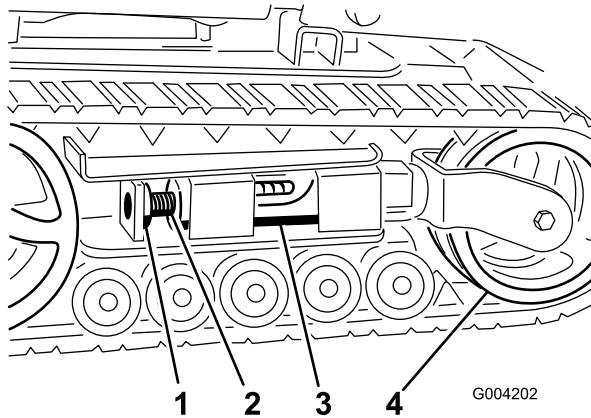
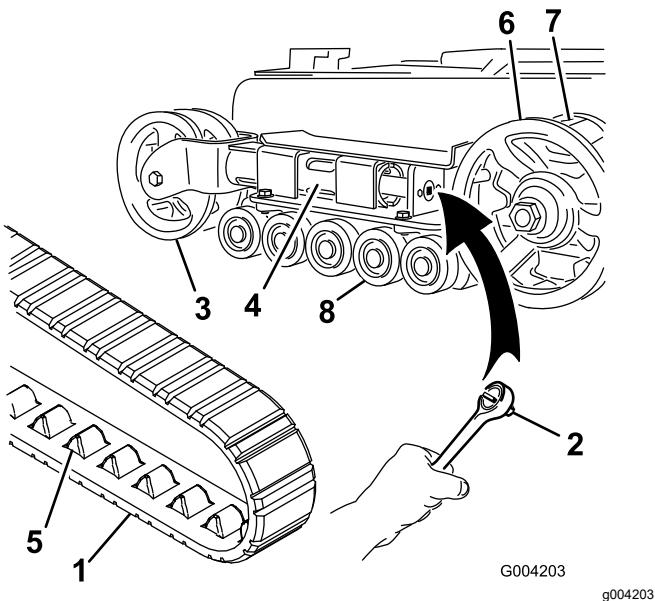
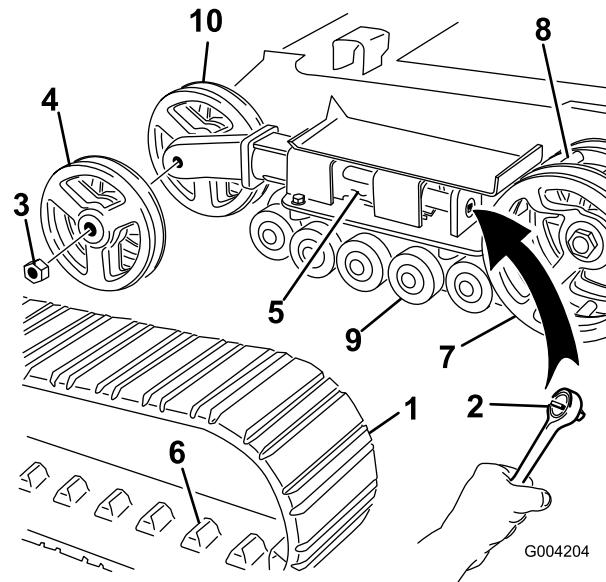

Figure 45
Figure 46
Figure 47
6. Alignez l'encoche la plus proche dans la vis de tension avec le trou du boulon de blocage, et fixez la vis avec le boulon et l'écrou de blocage (Figure 45).
4. Enlevez le boulon et l'écrou de blocage (Figure 45).
**Remarque:** Les chenilles sont de type étroit si les roues de tension avant sont montées à l'intérieur d'une chape au bout du tube de tension (Figure 46).
5. À l'aide d'une clé à cliquet de  $\frac{1}{2}$  pouce, tournez la vis de tension dans le sens horaire pour détendre la transmission (Figure 45 et Figure 46).
6. Poussez la roue de tension vers l'arrière de la machine pour appuyer le tube de tension contre le cadre (Figure 46).
8. Lorsque la chenille est déchaussée, retirez-la du pignon d'entraînement et des galets de roulement (Figure 46).
9. Pour installer la chenille neuve, commencez par l'enrouler autour du pignon, en veillant à ce que les crampons s'engagent correctement entre les dents du pignon (Figure 46).
10. Poussez la chenille sous et entre les galets de roulement (Figure 46).
**Remarque:** Les chenilles sont de type large si les roues de tension avant sont montées sur les côtés au bout du tube de tension (Figure 47).
5. À l'aide d'une clé à cliquet de ½ pouce, tournez la vis de tension dans le sens horaire pour détendre la transmission (Figure 45 et Figure 47).
6. Poussez la roue de tension vers l'arrière de la machine pour appuyer le tube de tension contre le cadre (Figure 47).
7. Retirez l'écrou de fixation de la roue de tension extérieure et déposez la roue (Figure 47).
8. Déposez la chenille (Figure 47).
9. Retirez l'écrou de fixation de la roue de tension intérieure et déposez la roue (Figure 47).
13. Posez la roue de tension intérieure et fixez-la avec l'écrou retiré précédemment (Figure 47).
15. Posez la chenille neuve en prenant soin que les crampons s'engagent entre les dents au centre du pignon (Figure 47).
16. Posez la roue de tension extérieure et fixez-la avec l'écrou retiré précédemment (Figure 47).
6. Placez le chapeau de galet de roulement sur la tête du boulon (Figure 46).
7. Fixez le chapeau avec le circlip (Figure 46).